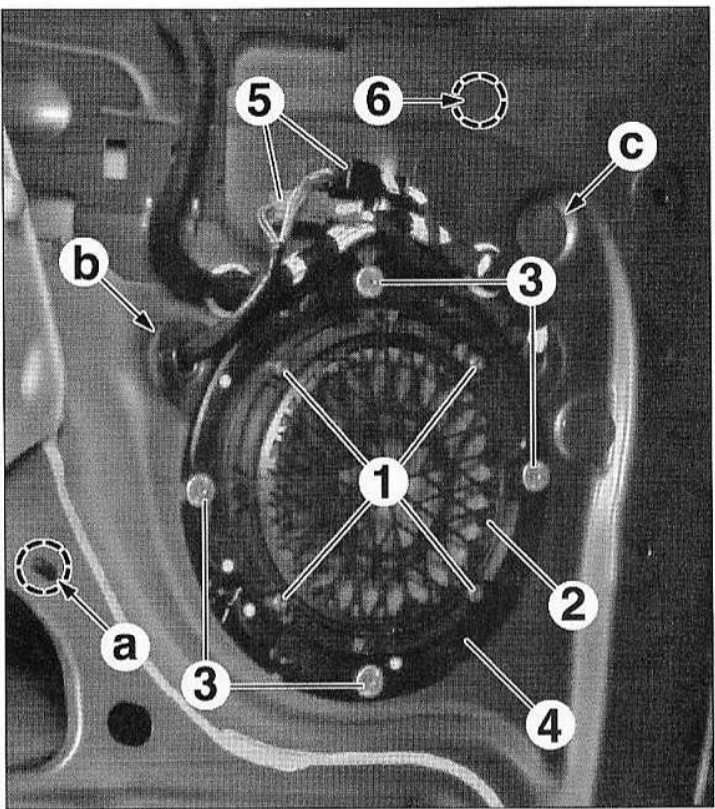

FIG.46
- les vis (1) (Fig.46),
- le haut-parleur (2).
- Percer les rivets (3).
- Déposer le support de haut-parleur (4).
- Débrancher les connecteurs (5).
- l'écrou (6) à travers le trou (c),